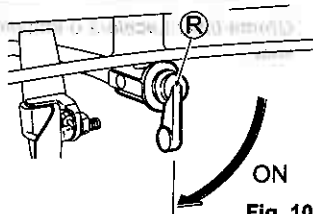

Fig. 10.
2 Coloque a válvula de combustível (R) em "ON" (EM). (Veja a fig. 10.)